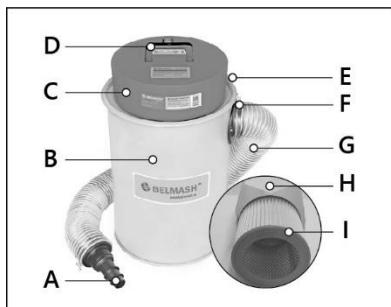

Рисунок 2.
Ослабьте фиксатор **E** (рис. 2) и снимите корпус электродвигателя **C**. Установите фильтр-картридж **I** в фильтр-мешок **H** и протолкните внутрь.
С помощью хомута **F** (рис. 2) закрепите шланг подключения **G** к выходному отверстию.
- ослабьте фиксатор **E** (рис. 2) и снимите корпус электродвигателя;